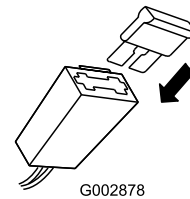

Figure 47
2. Placez le fusible dans le porte-fusible (Figure 47).